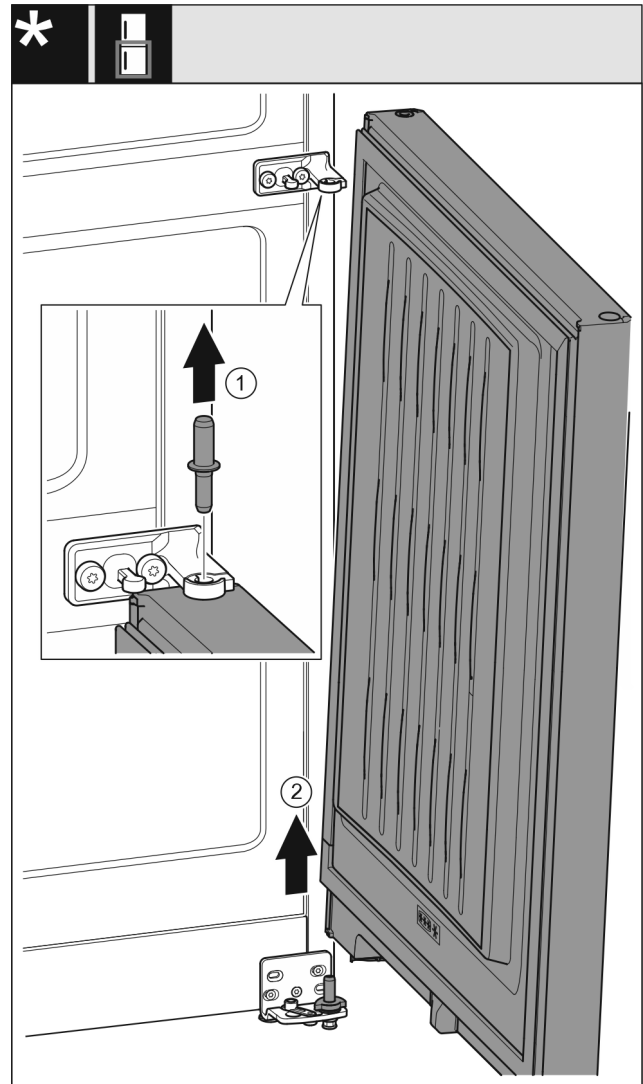

Fig. 31 无减震器\*
- ▶ 向上拉出螺栓 Fig. 31 (1)。\*
- ▶ 冰箱门 Fig. 31 (2)向外旋转，向上拉出后放在旁边。\*